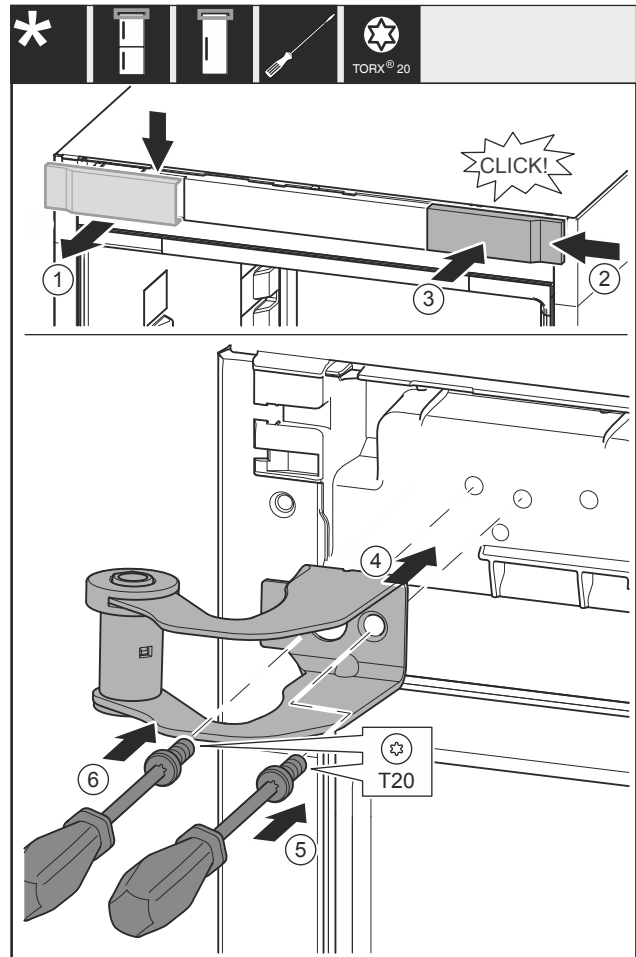

Fig. 12
- ▶ Abdeckung Fig. 12 (1) von oben nach vorne abnehmen.
- ▶ Abdeckung Fig. 12 (2) um 180° gedreht auf der anderen Seite von rechts einhängen.
- ▶ Abdeckung Fig. 12 (3) einrasten.
- ▶ Oberen Lagerbock Fig. 12 (4) ansetzen.
- ▶ Schraube Fig. 12 (5) festdrehen.
- ▶ Schraube Fig. 12 (6) festdrehen.